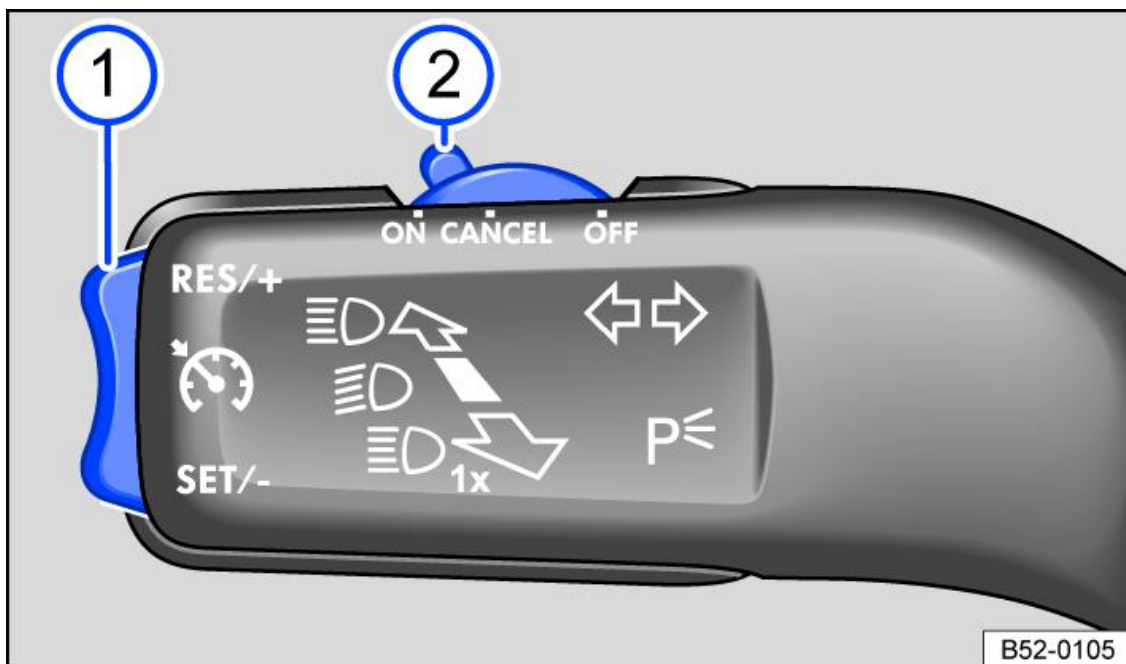

Fig. 1 Interruttori e tasti del GRA sul lato sinistro del piantone dello sterzo
1. Mettere l'interruttore → *fig. 1* (2) nella posizione **ON**.
1. Premere il tasto → *fig. 1* (1) nel settore **SET/-** durante la guida.
Utilizzando il tasto → *fig. 1* (1), è possibile impostare la velocità memorizzata mentre il GRA è attivo:
Per modificare in modo continuo la velocità memorizzata, tenere premuto il tasto → *fig. 1* (1).
1. Mettere l'interruttore → *fig. 1* (2) nella posizione **CANCEL**.
1. Premere il tasto → *fig. 1* (1) nel settore **RES/+**.
1. Mettere l'interruttore → *fig. 1* (2) nella posizione **OFF**.